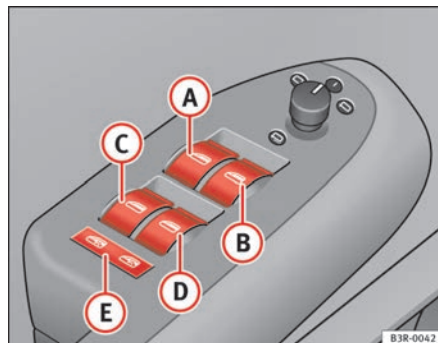

Fig. 78 Detalle de la puerta del conductor: Mandos
- Ⓐ Conmutador ⇒ fig. 78 para la ventanilla de la puerta del conductor
Con el interruptor de seguridad ⇒ página 110, fig. 78  es posible desconectar los interruptores de las puertas traseras. Sólo cuando este interruptor está bajado será posible abrir y cerrar las ventanillas desde los asientos traseros.